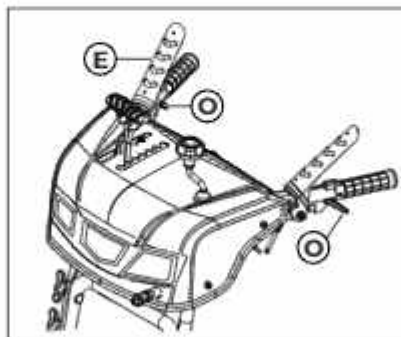

Рис. 27
Функция рулевого управления помогает оператору включить машину. Триггеры рулевого управления (рис. 27, поз. O) находятся под рукоятками. Рулевое управление временно отключает одно ведущее колесо, в то время как другое продолжает движение во время поворота.
1. Нажмите рычаг сцепления (рис. 27, поз. Е), чтобы переместить машину вперед.
2. Поднимите и удерживайте левый триггер рулевого управления (рис. 27, поз. O), чтобы повернуть налево.
4. Поднимите и удерживайте правый триггер рулевого управления (рис. 27, поз. O), чтобы повернуть направо.